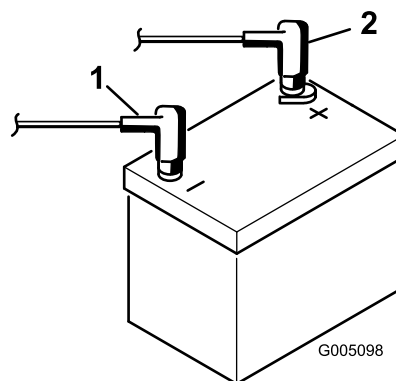

Figura 8
2. Collegate il cavo positivo (rosso) della batteria dal solenoide di avviamento al polo positivo (+) della batteria (Figura 8). Fissatelo saldamente con una chiave e spalmate della vaselina sul morsetto. Verificate che il cavo non tocchi il sedile quando è arretrato al massimo, diversamente il cavo si consumerebbe e potrebbe danneggiarsi.